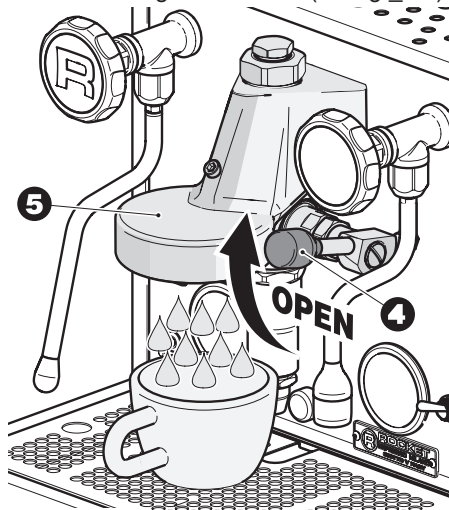

fig. 5.5
- Alzare completamente la leva di comando erogazione caffè (4 - fig. 5.5).